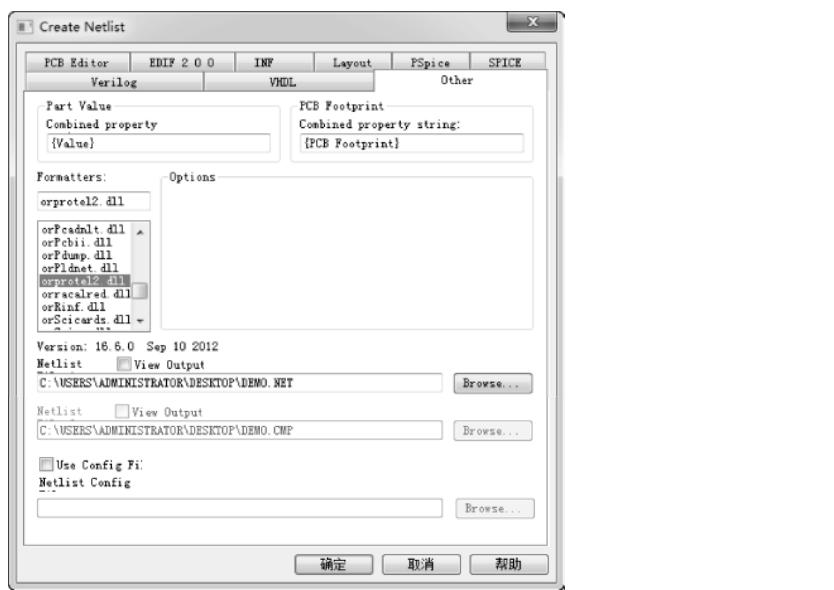

图 8-16 网表输出设置
(3) 执行完第 (2) 步操作后，会进入如图 8-16 所示的网表输出设置对话框。